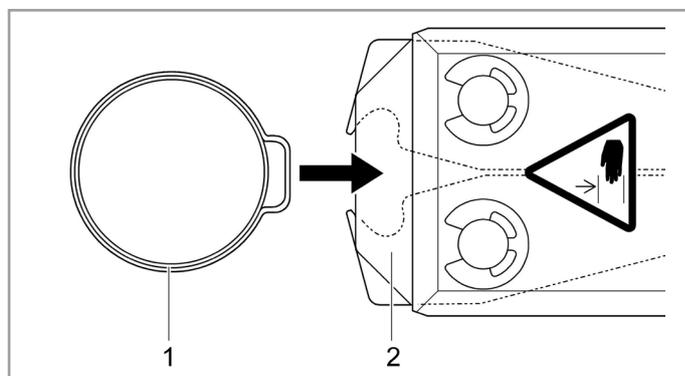
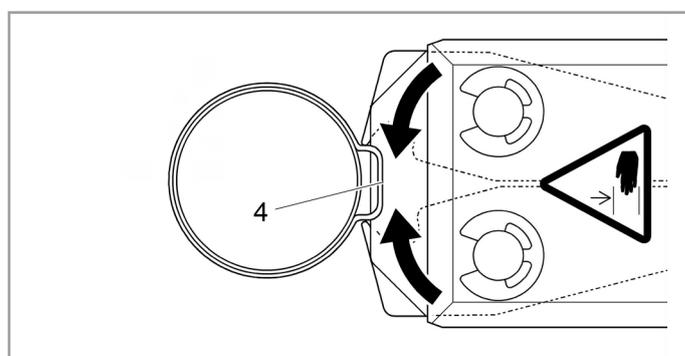

Abb. 5 Klemme einföhren
Abb. 7 Ohr wird geschlossen
1. Jeweils ein Ohr einer OETIKER Klemme (Abb. 5/1) in den Klemmbereich am Zangenkopf (Abb. 5/2) einführen.
Der Schließvorgang wird ausgelöst und das Ohr (Abb. 7/4) in der Klemme geschlossen.
Bei Verwendung von Sonderköpfen – z. B. zur Schließung von OETIKER Schellen – weichen die skizzenhaften Darstellungen Abb. 5 bis Abb. 7 ab.